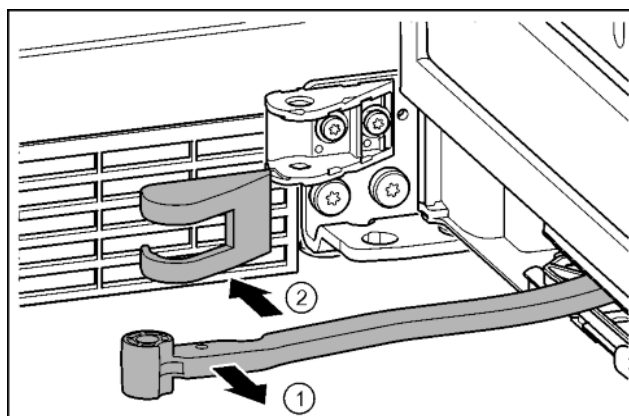

Fig. 20
- ▶ Повернуть шарнир в направлении двери. Fig. 20 (1)
- ▶ Снять крышку опорного кронштейна. Fig. 20 (2)